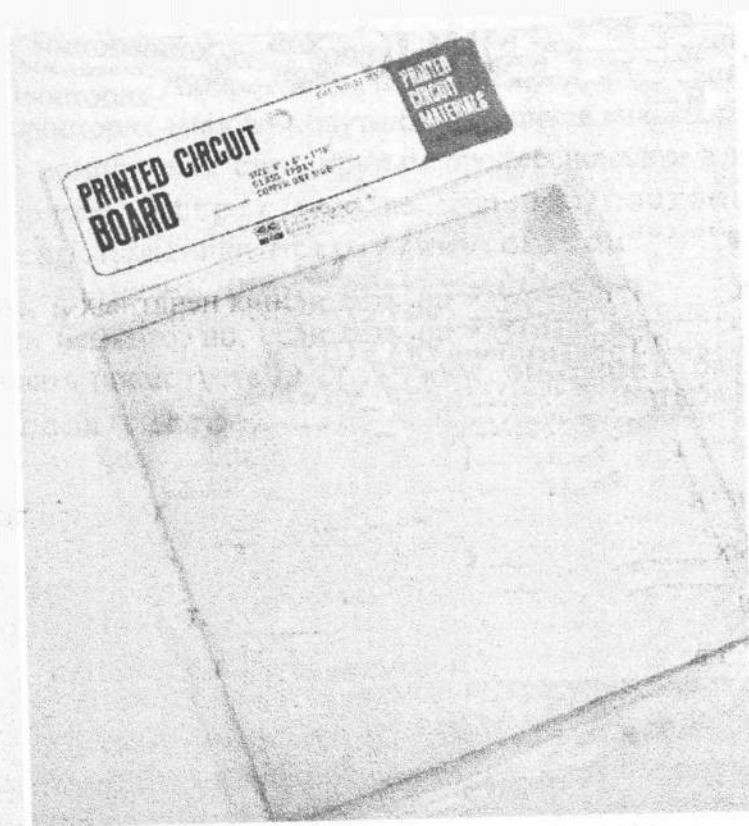

Рис. 12.1. Печатная плата состоит из медного проводника и изолирующей основы
- ✓ Изготовление печатной платы начинается с приклеивания очень тонкого листа медного покрытия на пластиковую, эпоксидную или фенольную основу. Этот процесс называется *плакированием* и осуществляется для создания проводящей подложки платы. Образец тонкого листа металла, который наклеивается на основу, показан на рис. 12.1. Как видите, он не представляет ничего особенно выдаю-